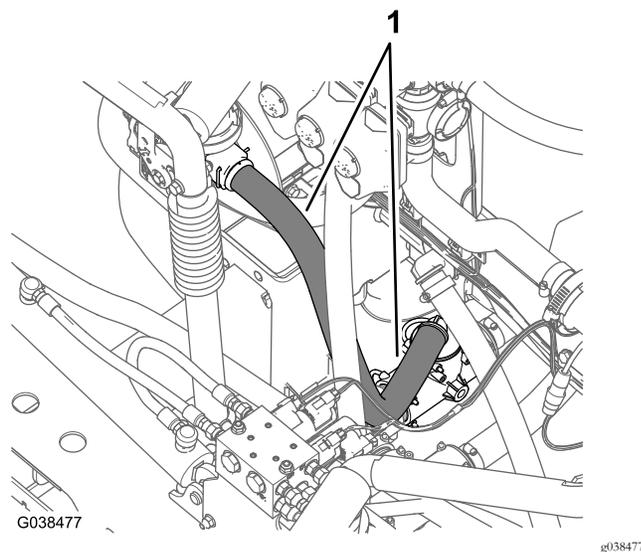

Figure 74
3. Acheminez le flexible d'alimentation du pulvérisateur vers le bas et le raccord en T situé à l'avant du clapet de décharge de pression, comme montré à la Figure 74.